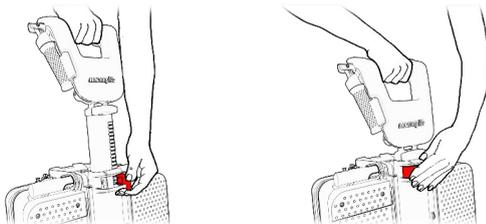

Figura 44
- Tire de la palanca de altura de la varilla (consulte la Figura 44, paso 1) para ajustar la
altura del manillar a la posición más baja y vuelva a llevar la palanca a la posición segura (consulte la Figura 44, paso 2).